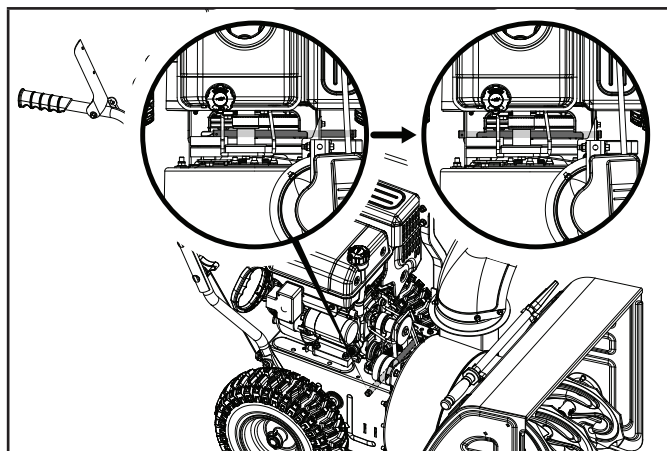

Figure 31
11. Réassemblez la tige de support en poussant en place et assurez-vous qu'il est correctement engagé dans le disque de friction puis remplacez la rondelle et la goupille de blocage. (figure 31)